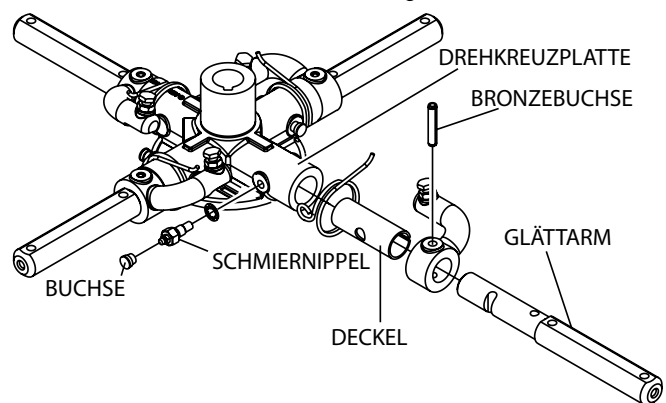

Abbildung 53. Glättflügelausbau
1. Jeder Glättarm wird an der Drehkreuzplatte durch eine Sechskantschraube (mit Schmiernippel) und einem Schwerspannstift gesichert. Entfernen Sie die Sechskantschraube und den Schwerspannstift (Abbildung 53) aus der Drehkreuzplatte.
4. Untersuchen Sie die Bronzebuchse des Glättarms (Abbildung 53) und reinigen Sie diese bei Bedarf. Ersetzen Sie unrunde oder abgenutzte Buchsen.